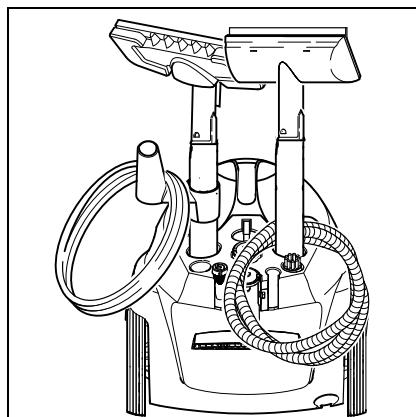

Fig. 3
- Stikk forlengerrørene i den store tilbehørholderen (se fig. 3).